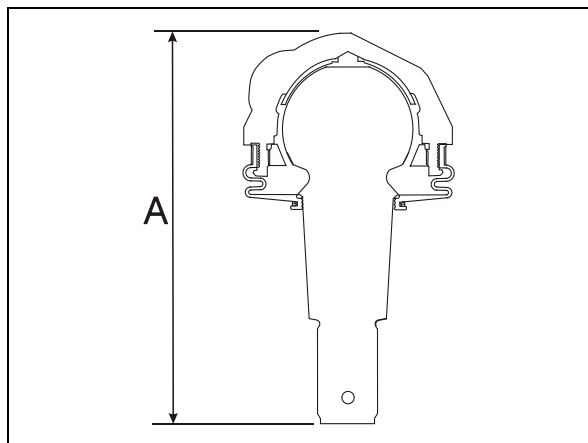

FIGURE 34 : JOINT À ROTULE DU BRAS TRIANGULAIRE SUPÉRIEUR
2. Utiliser un pied à coulisse pour mesurer la dimension A sur Figure 34.